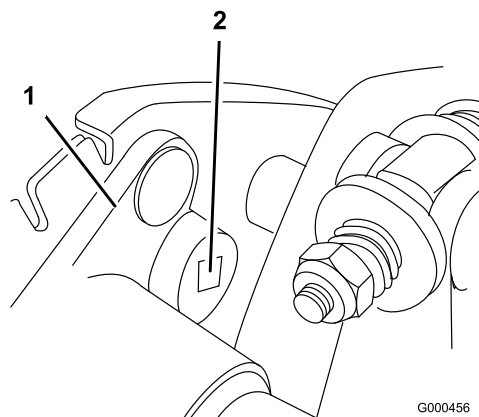

Bild 39
- B. Drehen Sie das Lagergehäuse mit einem 3/8-Zoll-Drehmomentschlüssel mit einem Drehmoment von 4 bis 4,5 N-m, um die Riemen-Spannung einzustellen (Bild 39).